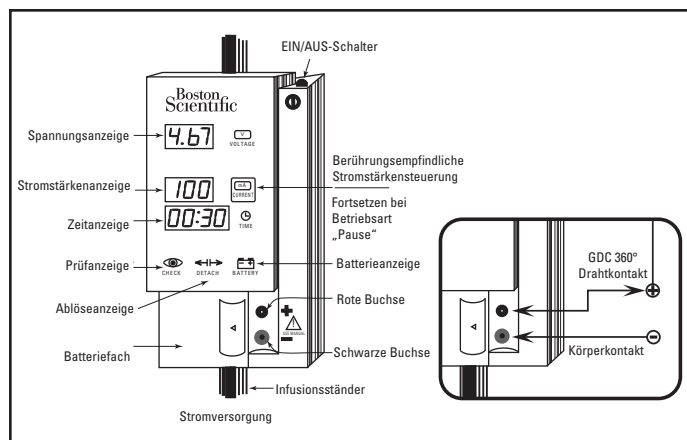

Abbildung 5: Stromversorgung für abnehmbare Spirale
- Den Ein-/Ausschalter rechts oben an der Stromversorgung betätigen (Abbildung 5). Alle Anzeigen leuchten und das System führt einen Selbsttest durch.